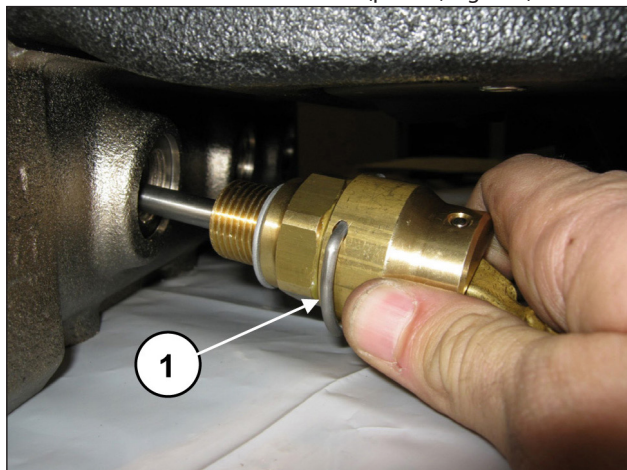
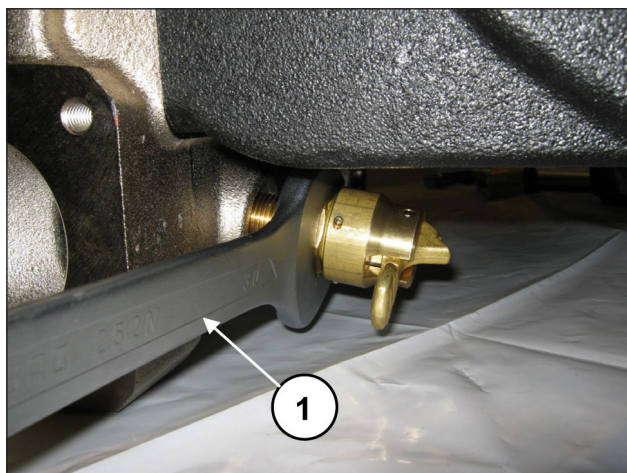

Fig. 150
Fig. 151
Applicare i dispositivi apertura valvole (pos. ①, Fig. 150) ed avvitarli mediante chiave da 30 mm (pos. ①, Fig. 151).